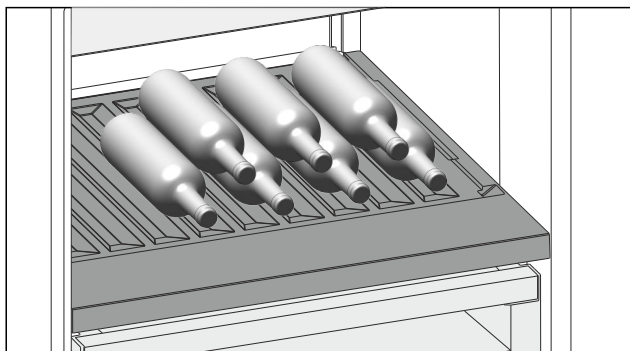

Fig. 142
- ▶ Láhve ukládejte dnem dozadu k zadní stěně. (viz Fig. 142)